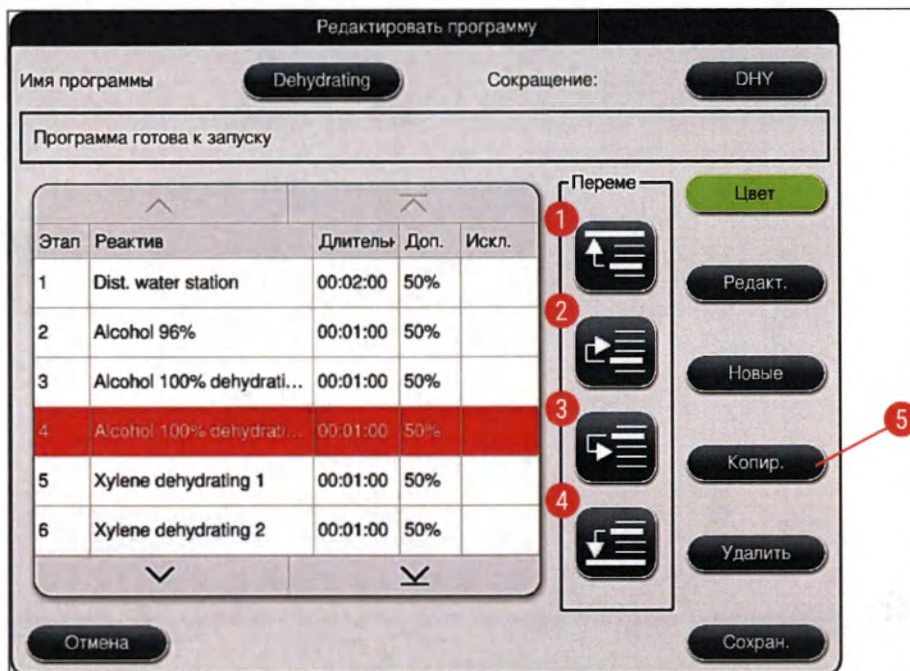

Рис. 49
- На экране открывается окно Редактирование программы (→ "Рис. 49").
- При нажатии кнопки Сохранить (→ "Рис. 49") изменения принимаются. Для отмены изменений нажмите кнопку Отмена.